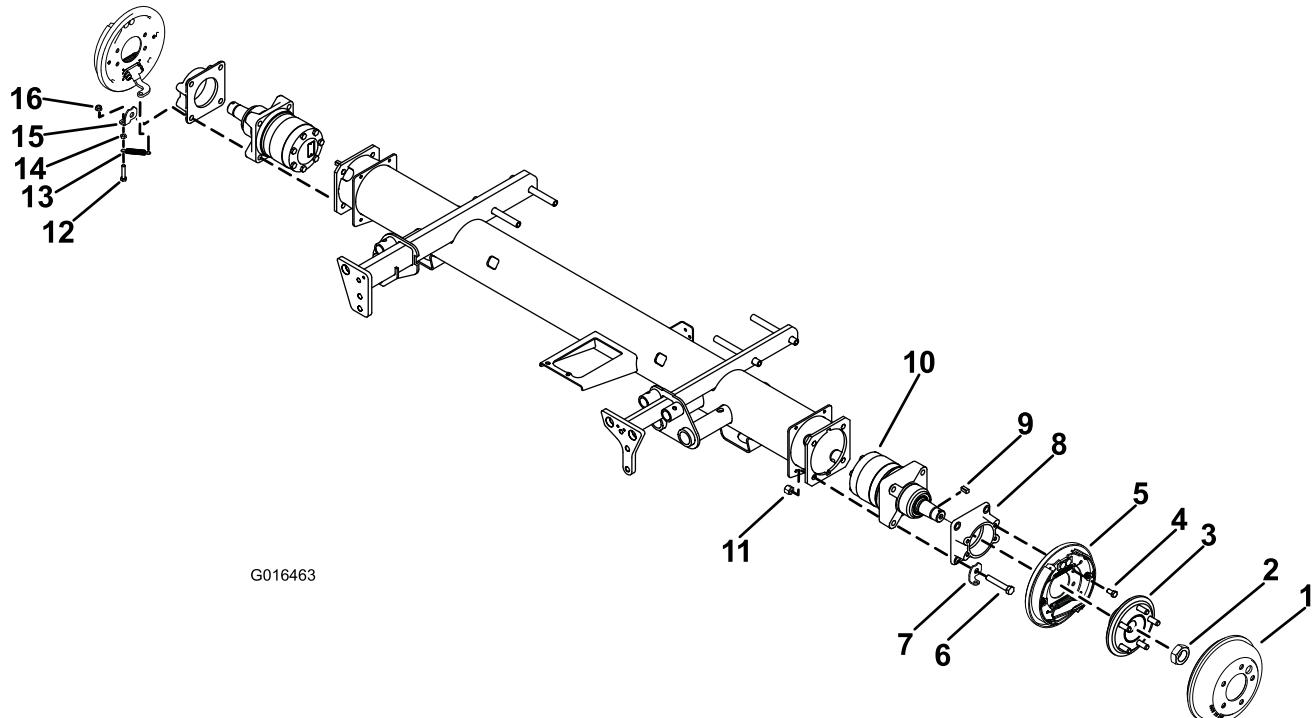

Figura 6
3. Posicione o motor da roda na estrutura. Monte o clipe da mola, adaptador de travão e motor da roda na estrutura com (4) parafusos de 1/2 x 3 pol.
4. Instale e aperte as (4) porcas de bloqueio de 1/2 pol. nos parafusos para prender o motor, adaptador de travão e clipe de mola na estrutura. Aperte os parafusos com uma força de 91 a 113 Nm. Certifique-se de que o clipe de mola está posicionado como indicado na imagem Figura 6.
5. Monte o conjunto do travão no adaptador de travão com (4) parafusos 3/8 x 3/4 pol. Aperte os parafusos com uma força de 27 a 45 Nm.